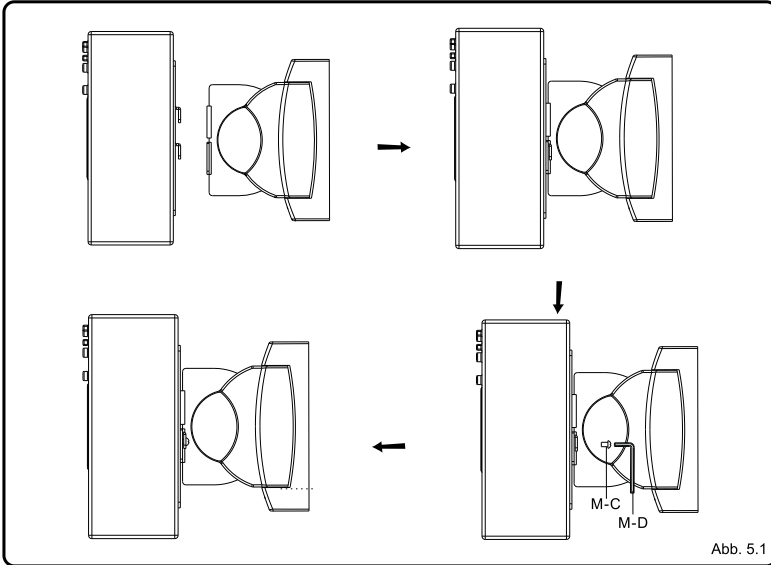

Abb. 5.1
- Stellen Sie die Lautsprecherhalterung mit dem Lautsprecher auf die Wandplatte (Siehe Abb. 5.1).
- Ziehen Sie die Sicherheitsschrauben durch die Befestigungslöcher an; nicht überziehen! (Siehe Abb. 5.1).